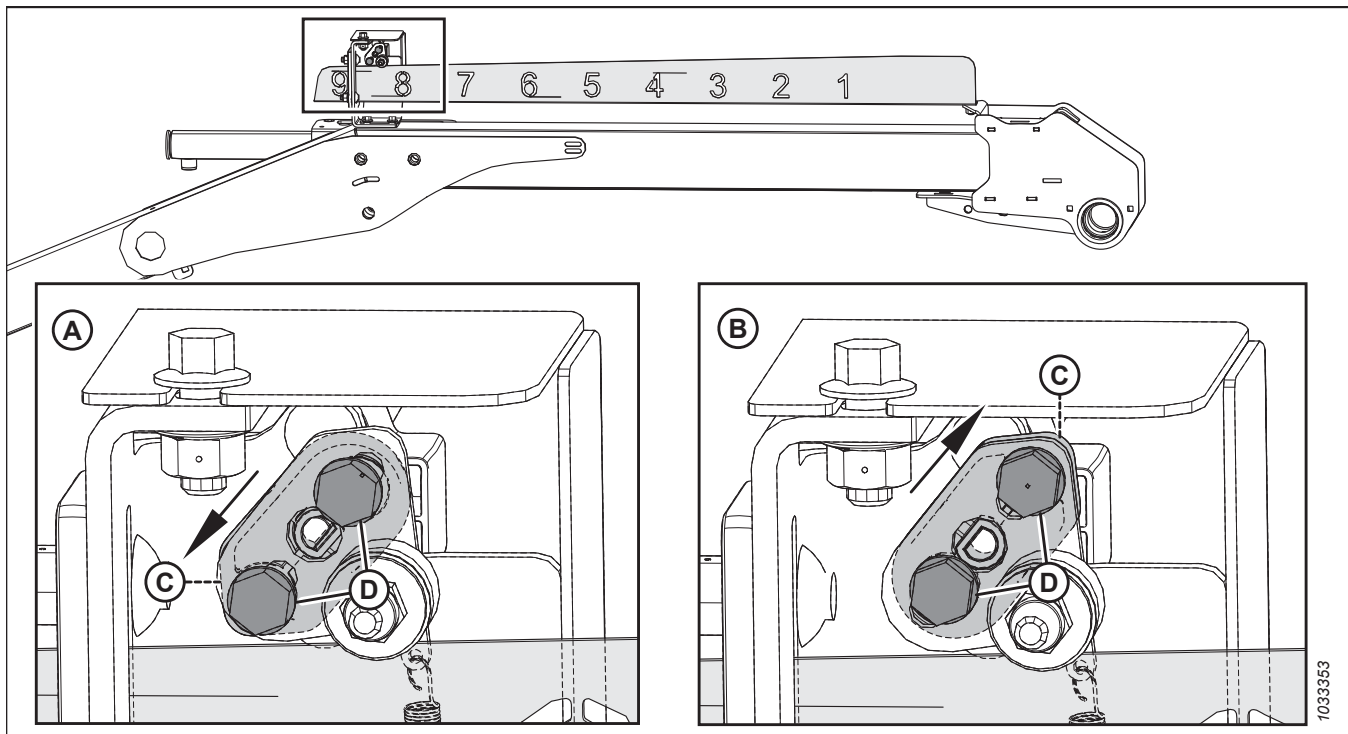

Figura 3.361: Configurațiile brațului senzorului
3. Verificați orientarea brațului senzorului (C) și a pieselor de fixare (D). Asigurați-vă că brațul senzorului este configurat corespunzător pentru utilajul dvs.; consultați Figura 3.361, pagina 238.